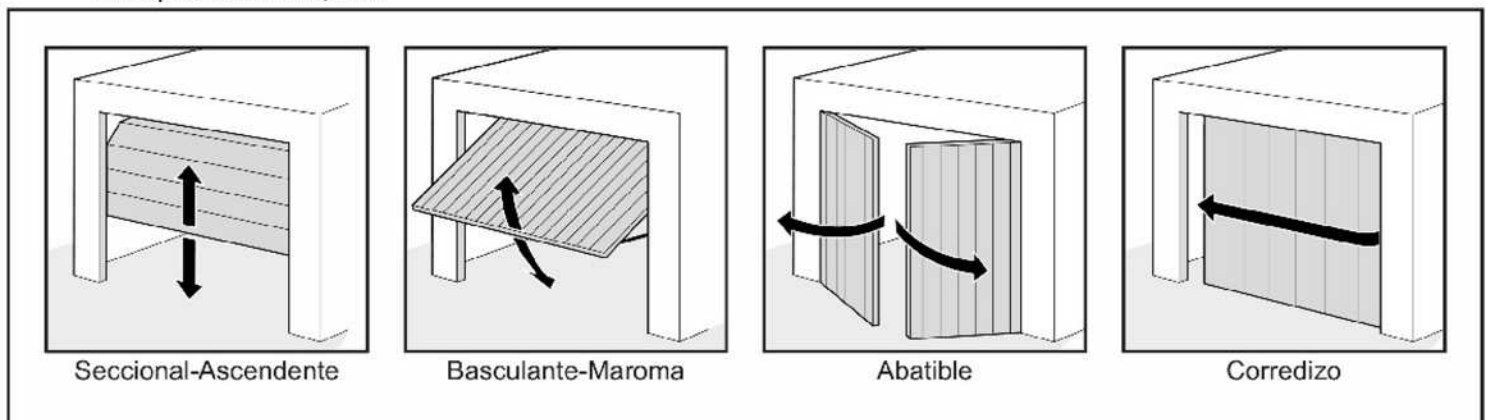

Fig.1
- El Abrepuertas de Garage esta diseñado para Portones de uso Residencial (Fig.1), Operación Seccional-Ascendente, Basculante-Maroma, Abatible, Corredizo, Etc.